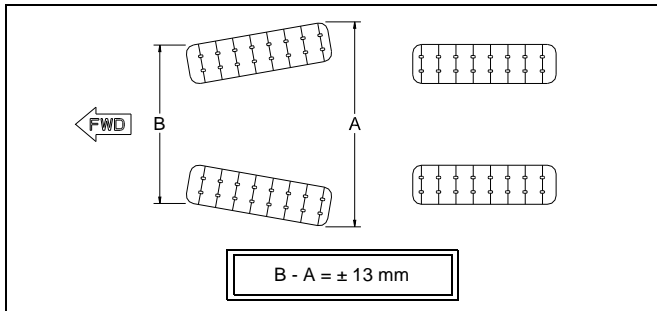

Abbildung 10
Die Parallelität muss eingestellt werden, wenn sich das ATV auf dem Boden befindet. Fahren Sie etwa 3 m vorwärts und messen Sie den Vorspur-Abstand. Er sollte vorne am Fahrzeug (B) 13 mm weniger als hinten (A) betragen (siehe Abbildung 10).